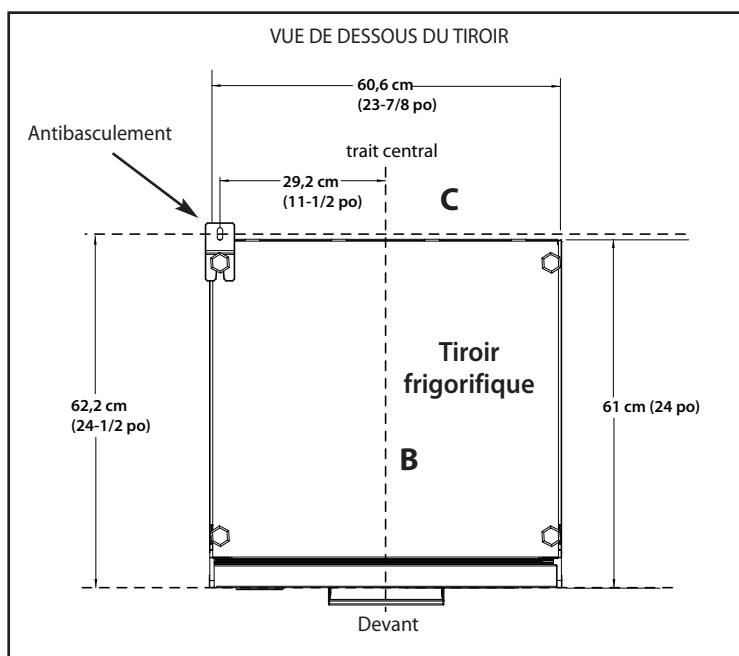

Fig. 06
Le support antibasculément peut être situé sur le sol dans le coin arrière gauche ou droit du tiroir frigorifique comme l'indique la Figure 06.
1. Décider de l'emplacement du tiroir. Faire un trait provisoire sur le sol aligné sur la face du tiroir, « A » comme l'indique la Figure 06.
2. Au niveau du point central où se trouvera le tiroir, faire un trait central « B » (Fig. 06) perpendiculaire au trait « A » sur l'arrière de l'unité. Faire une marque sur le trait « B » à 24-1/2 pouces du trait « A ».